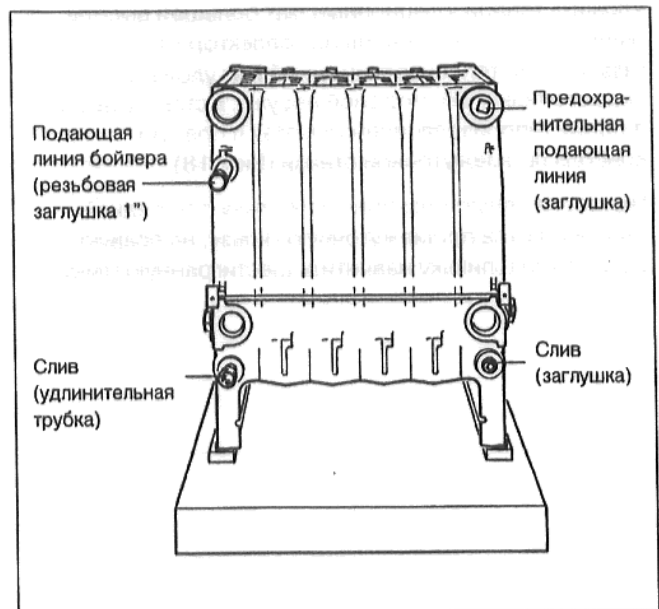

Рис. 15
- На задней стороне котла вставить одну заглушку в предохранительную подающую линию и одну заглушку во второй патрубок слива, а также удлинительную трубку для крана наполнения и опорожнения котла и резьбовую заглушку 1" в подающую линию бойлера, используя пенку и уплотнительную массу для резьбы (Рис. 15).